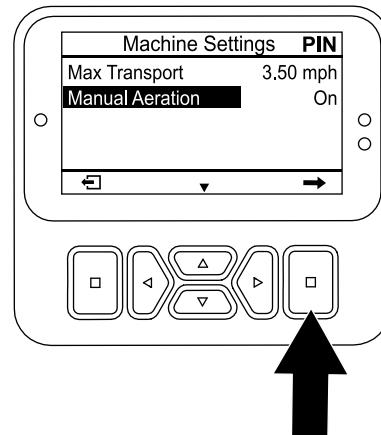

図 113
- 手動エアレーションオプションが選択されるまで下ボタンを押し、次に選択ボタン (図 113)を押し、手動エアレーションをオンに設定する。